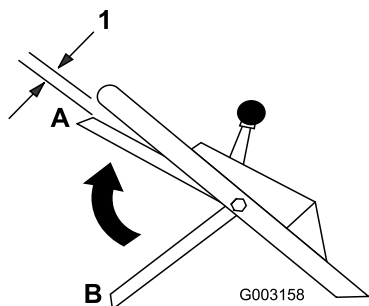

Рисунок 18
9. Поднимите птлангу управления ножом вверх приблизительно на 2,5 см ниже рукоятки, см. положение А на Рисунок 18.